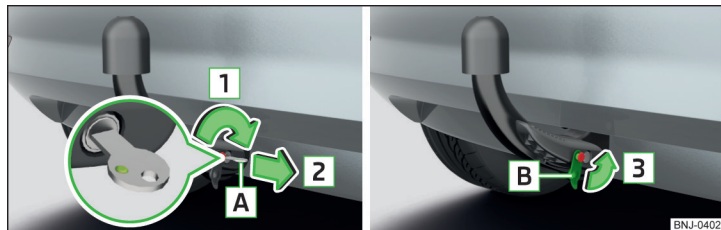

Abb. 237 Schloss verriegeln und Schlüssel abziehen / Kappe auf das Schloss stecken
- Den Schlüssel **A** in Pfeilrichtung **1** drehen, sodass dessen grüne Markierung nach oben zeigt » Abb. 237.